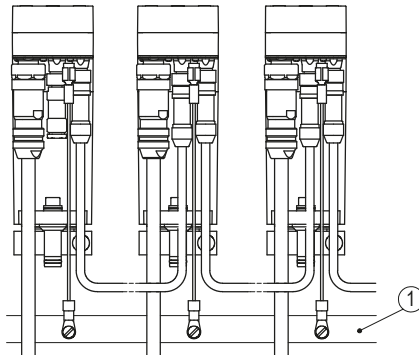

Abb. 7: PE-Schiene
Zum Schutz vor Störungen müssen die Schirme der Signalleitungen und Netzleitung beidseitig angeschlossen werden. Potentialunterschiede führen zu unzulässigen Strömen auf dem Schirm. Den PE Anschluss ④ zwischen den Anschlusssteckern auf das Schutzleiterpotential legen (siehe **Abb. 6**). Verwenden Sie dazu 6.3 mm Flachstecker mit kurzer Litze 2.5 ... 4 mm2 (nicht im Lieferumfang). Bei mehreren Stellantrieben wird empfohlen die Erdung auf eine PE-Schiene ① anzuschließen (siehe **Abb. 7**).